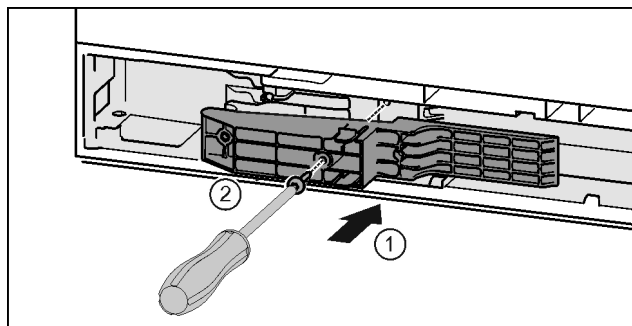

Fig. 45 *
- ▶ Introduceți adaptorul în canelura de pe partea mânerului. Fig. 45 (1)*
- ▶ Înșurubați ferm șuruburile cu șurubelnița T15. Fig. 45 (2)*